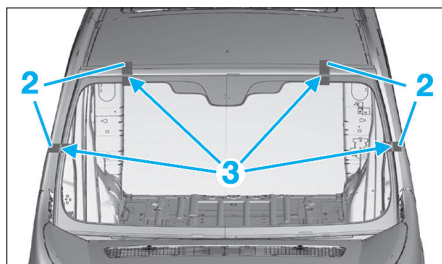

FIG. 2
- En cas de récupération du pare-brise, positionner des morceaux de rubans adhésifs (2) sur le contour du pare-brise (3) (Fig.2).